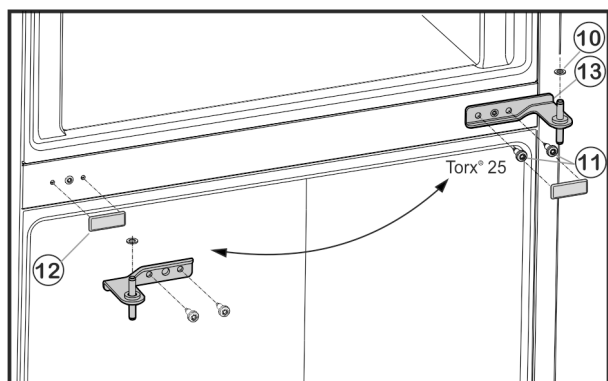

Fig. 6
- Desserrer les vis de fixation *Fig. 6 (11)* (2 fois Torx® 25) et retirer le support de palier du milieu de la porte inférieure.
- Retirer la rondelle en plastique *Fig. 6 (10)*.
- Retirer le cache *Fig. 6 (12)* avec précaution.
- Replacer le cache *Fig. 6 (12)* du côté opposé.
- Remettre en place le support de palier du milieu *Fig. 6 (13)* à 180° dans la porte inférieure et la visser solidement à l'aide des vis de fixation *Fig. 6 (11)* (2 fois Torx® 25) sur le nouveau côté de la charnière (**avec 4 Nm**).
- Remettre en place la rondelle de plastique *Fig. 6 (10)*.
- Mettre en place la porte supérieure sur le support de palier *Fig. 6 (13)*.